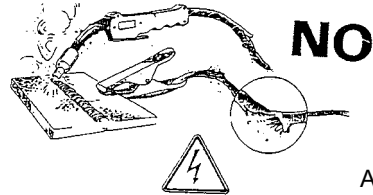

Abb.9
- verwenden Sie keine beschädigten Schweiß- oder Eingangskabel (Abb. 9).